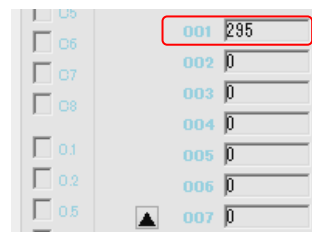

図 3-1
3. **チェック** をして 001 の値を確認します。仮に水深 30cm とすると規定範囲値は 300 ± 10 です。図 3-1